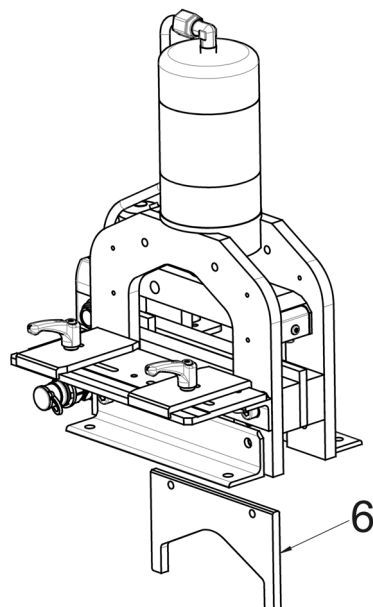

Fig. 13: Rimozione della lama
- Infine, rimuovere la lama dal lato inferiore dell'unità di taglio (fig 13, 6). Fare attenzione perché, in questa fase, la lama è a spigolo vivo.